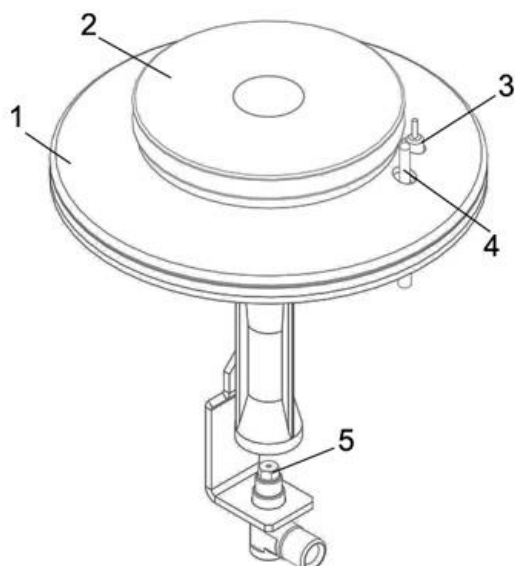

Рис.7. Общее устройство горелки открытого пламени
- Найдите смеситель горелки (рис.7).
- Найдите сопло 5 (рис.7) и выкрутите его.